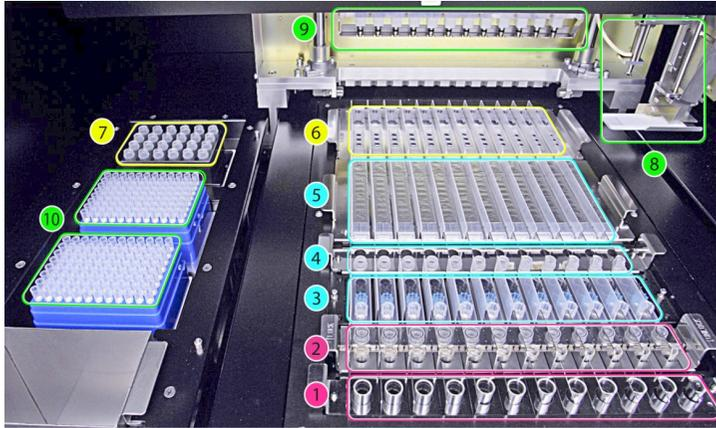

Figura 1: área de carregamento de «ELITE InGenius».
Visão do conjunto do instrumento «ELITE InGenius» (Figura 1).
A Figura 1 mostra a posição do rack dos tubos primários de amostras (1), a posição do rack do tubo de extração + tampa (2), a posição do rack das pontas (3), a posição do rack do tubo de eluição (4), a posição do rack do cartucho de extração (5) e a posição do rack do cartucho de PCR (6), a posição do bloco de reagentes de PCR e Controlo Interno (Inventory Manager) (7), os dois sistemas de dispensação da amostra e dos reagentes (8, de canal simples, 9, multicanal), as posições das pontas (10) e o recipiente para rejeitos embaixo à esquerda.
6. Certificar-se de que os reagentes sejam suficientes para o número de testes selecionado e que sejam colocados corretamente na posição 7 Inventory Manager (cfr. Página 11, Figura 1), como indicado no ecrã, premir o botão "Next" (Seguinte).
7. Carregar um número suficiente de racks das pontas na posição 10 (cfr. Página 11, Figura 1).
- Carregar as caixas de PCR na posição 6 (cfr. Página 11, Figura 1).
- Carregar as caixas de extração na posição 5 (cfr. Página 11, Figura 1).
- Carregar a quantidade necessária de tubos de eluição na posição 4 (cfr. Página 11, Figura 1).
15. Carregar a quantidade necessária de Tip Cassettes na posição 3 (cfr. Página 11, Figura 1).
17. Carregar a quantidade necessária de Extraction Tubes na posição 2 (cfr. Página 11, Figura 1).